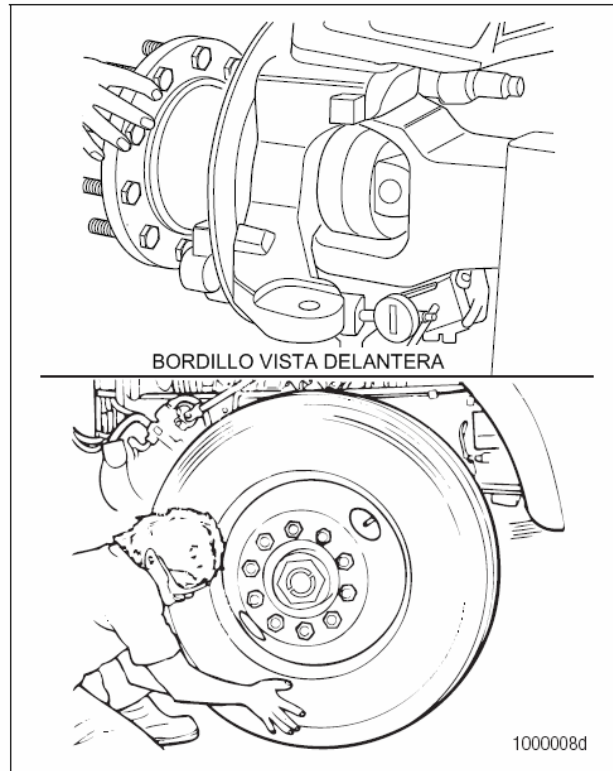

Figura 5.6
6. Verifique el buje inferior del perno maestro. Instale un indicador de cuadrante de manera que la base esté en la viga-I y la punta esté contra el costado del fondo de la charnela. Figura 5.6
Si el indicador de cuadrante se mueve un total de 0.010-pulgadas (0.254 mm): Si el buje inferior está desgastado ó dañado. Reemplace ambos bujes en la charnela. Refiérase al manual de mantenimiento apropiado para información de servicio completa. Figura 5.6